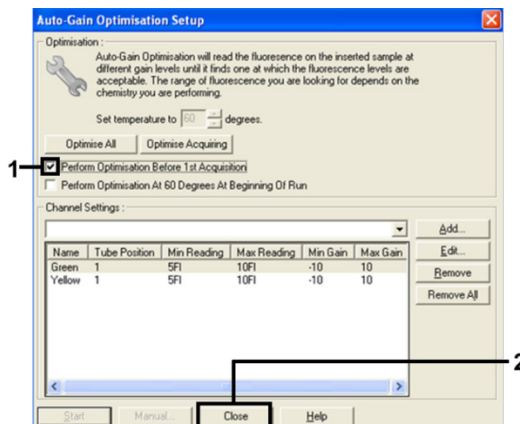

Figura 12. Selección de los canales verde y amarillo
14. Marque la casilla Perform Optimisation before 1st Acquisition (Ejecutar la optimización antes de la primera adquisición) y, a continuación, haga clic en Close (Cerrar) para volver al asistente (Figura 12).